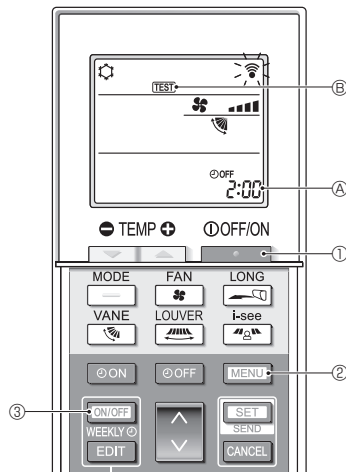

Abb. 7-5
7.2.2. Verwendung der drahtlosen Fernbedienung (Abb. 7-5)
- Drücken Sie die Taste **ON/OFF** ①, um die Klimaanlage anzuhalten.
- Wenn der Wochen-Timer aktiviert ist (**WEEKLY** eingeschaltet ist), drücken Sie die Taste **ON/OFF WEEKLY** ③, um ihn zu deaktivieren (**WEEKLY** ist ausgeschaltet).
- Drücken Sie die Taste **MENU** ② 5 Sekunden lang.
- Drücken Sie die Taste **MENU** ②.
- TEST** ④ leuchtet auf und das Gerät tritt in den Testlaufmodus ein.